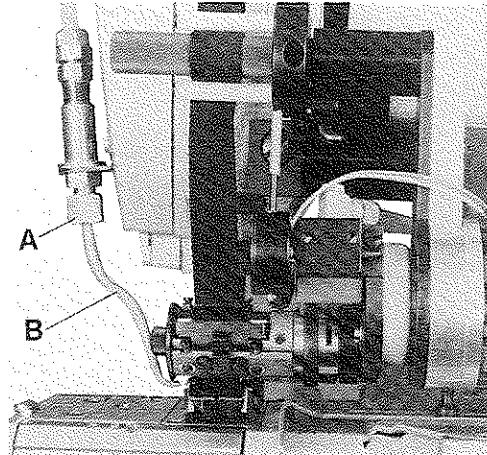

Fig. 45
If adjustment is required loosen nut (A, Fig. 45) and turn the air pipe (B) as required. Retighten nut.
Ist eine Einstellung notwendig, lösen Sie die Mutter (A, Fig. 45) und drehen das Luftrohr (B) nach Bedarf. Ziehen Sie die Mutter wieder an.